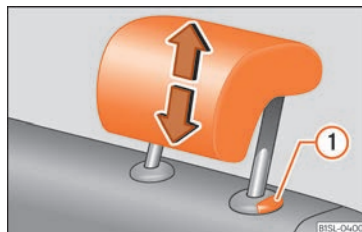

Abb. 93 Kopfstütze hinten: Kopfstützeinstellung.
- Schieben Sie die Kopfstützen in die entsprechende Pfeilrichtung nach unten oder oben. Drücken Sie die Taste » Abb. 93 ① um die Kopfstützen nach unten zu schieben » ⚠ in Einleitung zum Thema auf Seite 97.
- Taste »» **Abb. 93** ① drücken und Kopfstütze ganz herausziehen.